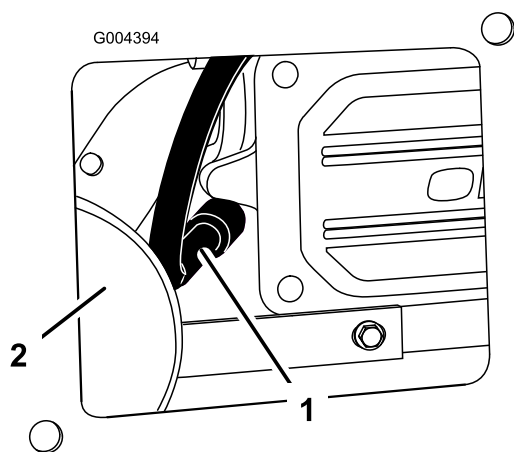

Figure 37
3. Débranchez le fil de la bougie (Figure 37). Nettoyez la surface autour de la bougie pour éviter que des impuretés n'endommagent le moteur en tombant à l'intérieur.
3. Reconnectez le fil à la bougie (Figure 37).